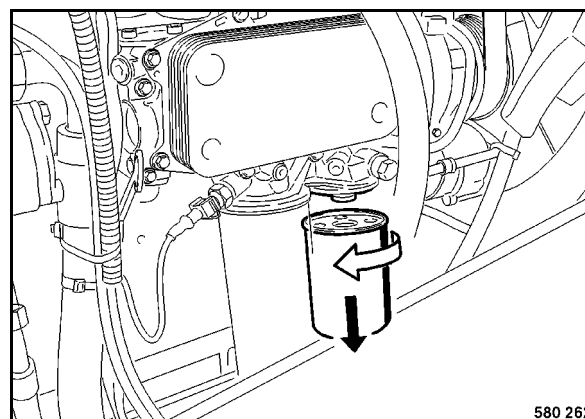

fig. 106
- Débloquer la cartouche de filtre 1 (fig. 106) à l'aide d'une clé à bande puis les dévisser à la main.